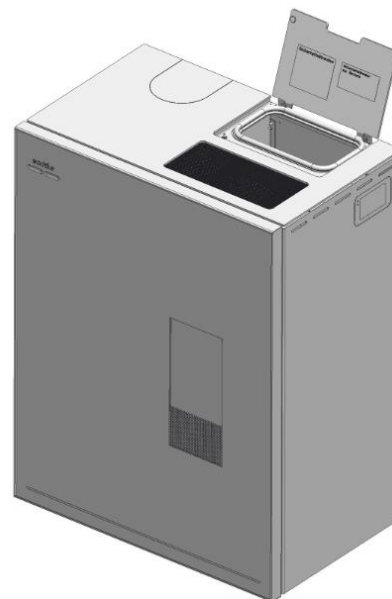

Abb. 14: Pelletlade aufklappen
1. Pelletlade aufklappen (Abb. 14).